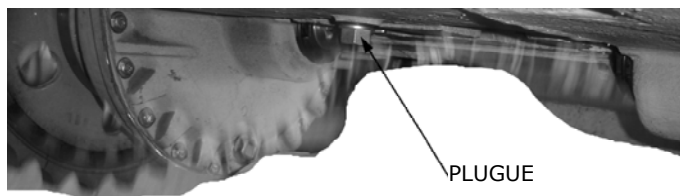

Figura 5-25
- a. Remova o plugue de dreno, retire o óleo antigo. A seguir, instale e reaperte o plugue (Figura 5-25);